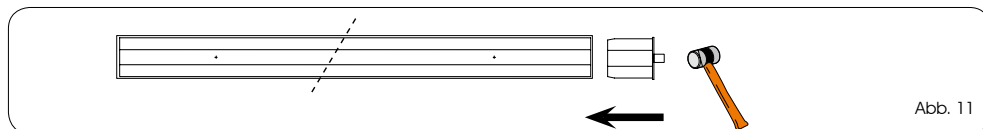

Abb. 11
Die Haube (Abb.1, Bez. ③) muss direkt auf die feststehende Welle montiert werden (Abb.1, Bez. ③). Siehe Abbildung 11